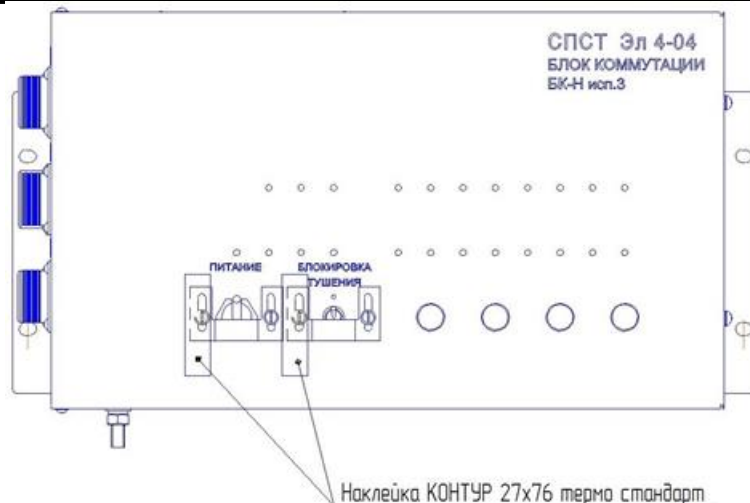

Рис.13.5 Пломбирование блока коммутации БК при транспортировке локомотива.
13.1.5 Выключатели ПИТАНИЕ и БЛОКИРОВКА ТУШЕНИЯ на блоке БК перевести в выключенное положение и опломбировать (см. рис. 13.5).